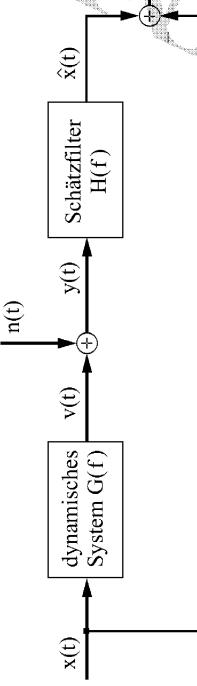

Bild 13: System zur Rauschunterdrückung mittels Schätzfilter
- g) In Abbildung 13 ist ein System zur Rauschunterdrückung dargestellt.